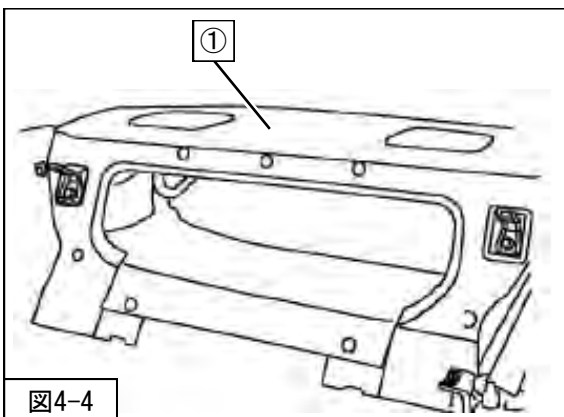

図4-4
7. ①リアパーセルシェルフフィニッシャーを車両に取付けてください。（図4-4）